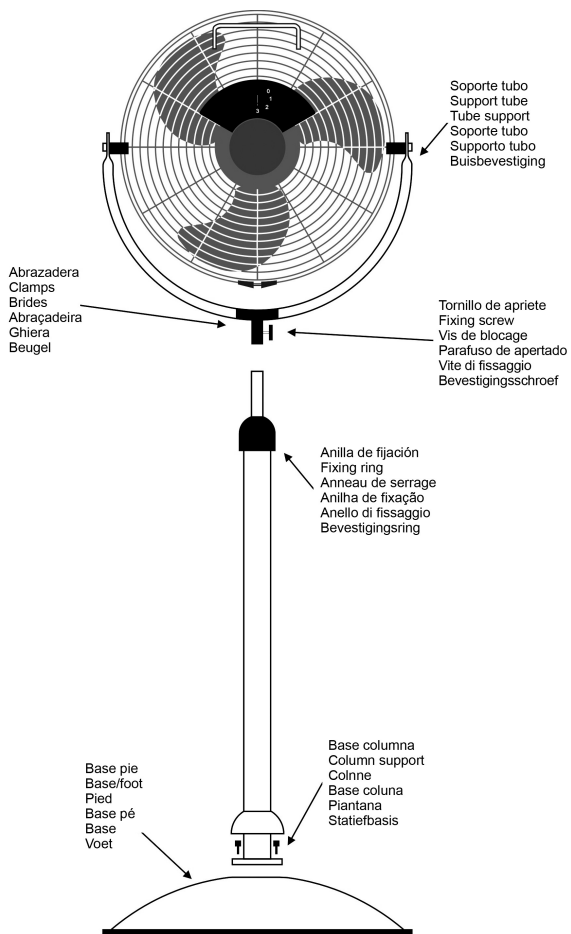

Fig. 1
- Fije mediante los tornillos suministrados, la base de la columna a la base del pie (Fig.1).
- Inserte el conjunto del motor y soporte tubo en el tubo telescópico mediante la abrazadera (Fig.1).
- Apriete el tornillo de fijación de la abrazadera para fijar el conjunto motor y soporte tubo al tubo telescópico (Fig.1).